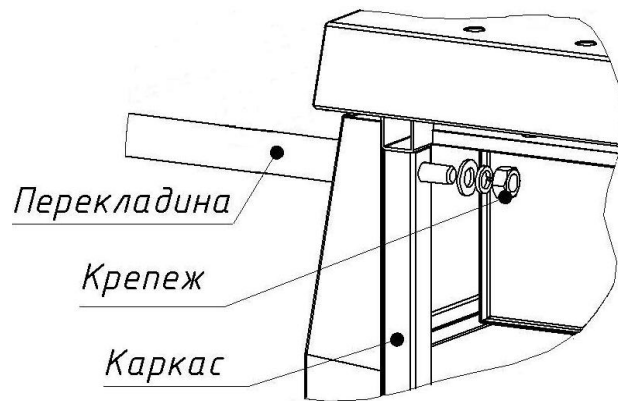

Рис. 6 Установка перекладины
– установите перекладины резьбовыми осями в отверстия на фронтальной стороне изделия так, чтобы монтажные отверстия поперечин «смотрели» вверх, и закрепите их с помощью комплекта крепежа М12 на каркасе изделия (Рис. 6)